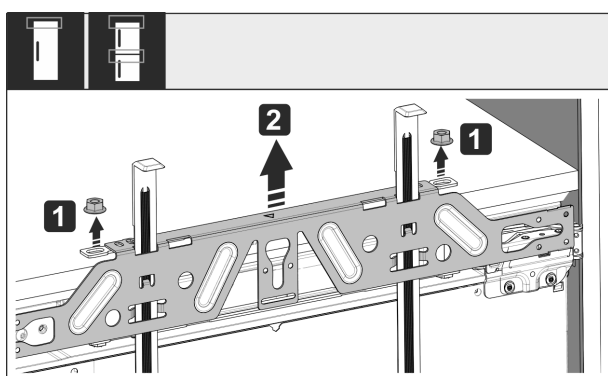

Fig. 53
- Løsne kontramuttere Fig. 53 (1).
- Ta av festetraversen Fig. 53 (2).